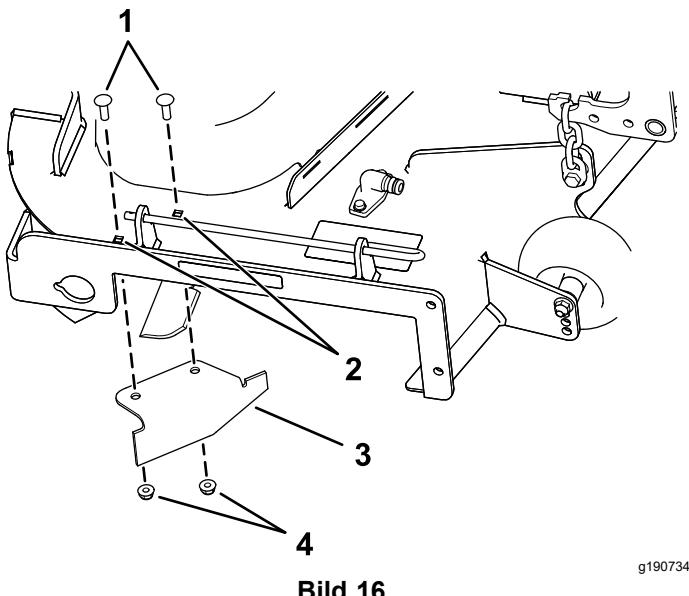

Bild 16
- 9. Suchen Sie das Versatzablenkblech in den losen Teilen und entfernen Sie die Befestigungen in den hinteren Löchern der Auswurfplatte (Bild 16).